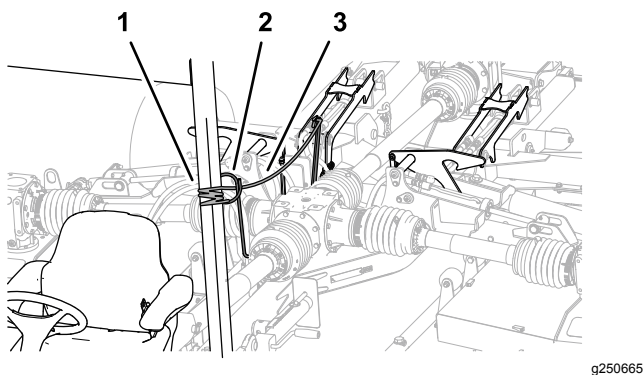

Figura 28
- Passar a corda de bloqueio da plataforma da guia de tubagem para o banco do operador (Figura 28).
2. Ate a corda ao componente do chassi fixo do veículo de reboque como se fosse um tubo ROPS (Figura 28).